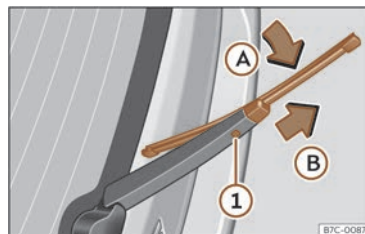

Fig. 181 Canvi de l'escombreta del vidre posterior.
- Roteu l'escombreta lleugerament >>> **fig. 181** (fletxa **A**).